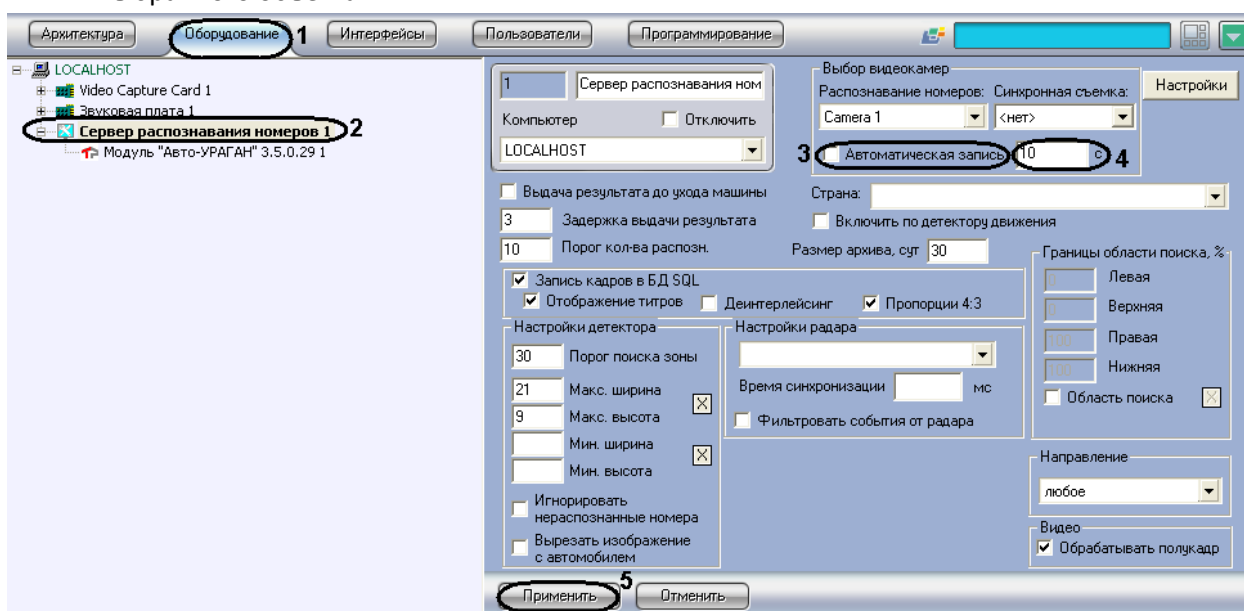

Рис. 7.2—8. Настройка параметров автоматической записи сигнала
1. В диалоговом окне «Настройка системы» перейти на вкладку «Оборудование» (Рис. 7.2—8, 1).
- В дереве объектов на вкладке «Оборудование» выбрать объект «Сервер распознавания номеров», соответствующий активированному программному модулю (см. раздел «Активация программного модуля, используемого для распознавания номеров», Рис. 7.2—8, 2). В правой части вкладки «Оборудование» отобразится панель настройки выбранного объекта.
- Установить флажок «Автоматическая запись» для активации функции автоматической записи видеосигнала при распознании номерного знака транспортного средства (см. Рис. 7.2—8, 3).
- Указать длительность записи видеосигнала, осуществляющегося при распознании номерного знака транспортного средства (см. Рис. 7.2—8, 4).